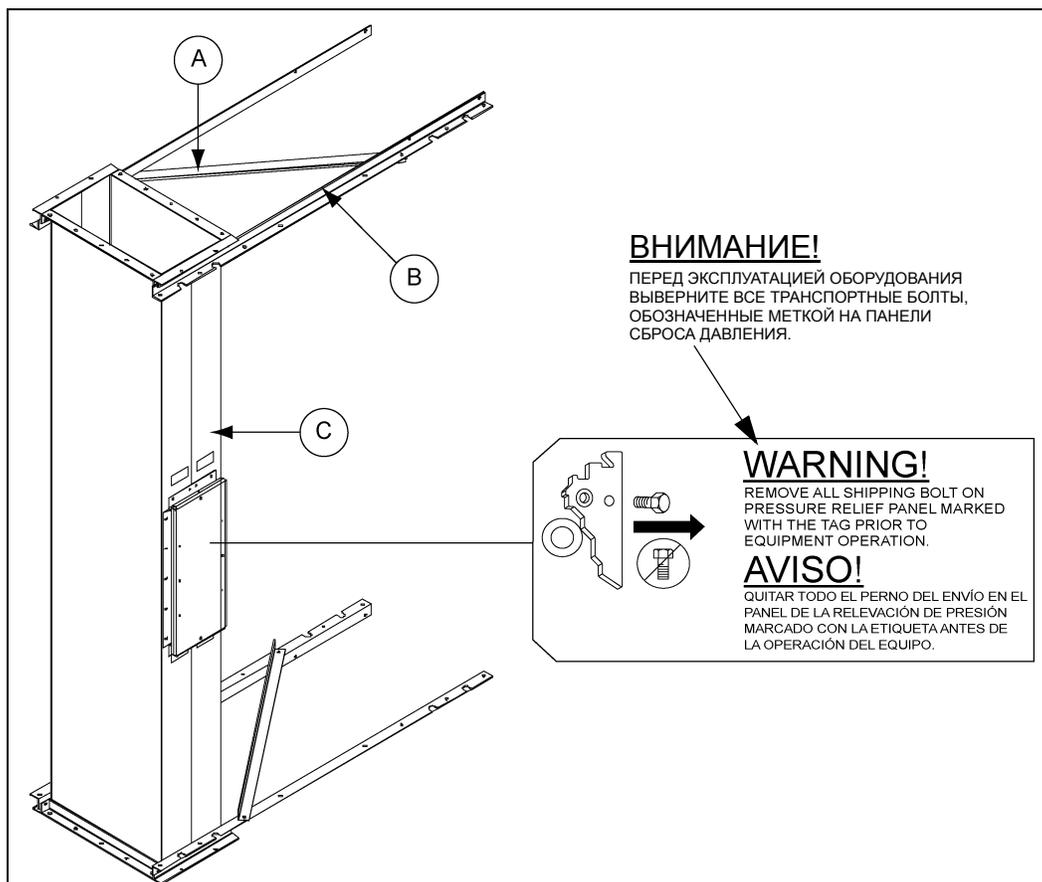

Рисунок 7С Корпус со сбросом давления
2. В комплект прилагающихся крепежных приспособлений входят два (2) угловых крепления.
3. Для систем со шкивами диаметром 42" и более требуется установка поперечины, располагающейся на стойках. (см. рисунок 7С.)